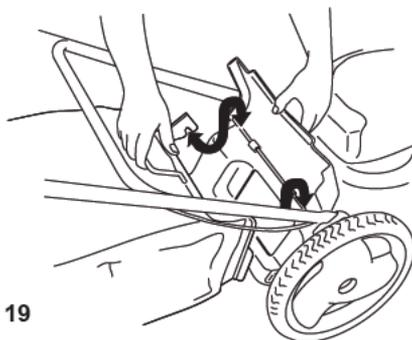

Figura 19
3.- Instale la bolsa en la barra de la puerta (figura 19).